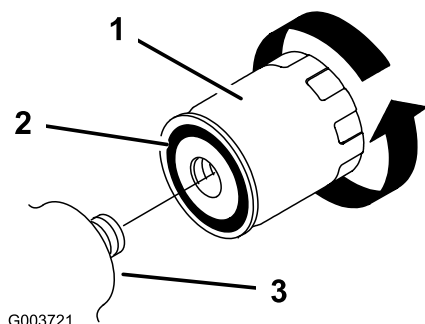

Figure 38
5. Enlevez le filtre à huile usagé (Figure 38) et essuyez la surface de l'adaptateur.
6. Appliquez une fine couche de liquide hydraulique sur le joint en caoutchouc du filtre de rechange (Figure 38).
7. Montez le filtre de rechange sur l'adaptateur (Figure 38). Tournez le filtre dans le sens horaire jusqu'à ce que le joint rejoigne l'adaptateur, puis serrez-le encore de 1/2 tour.